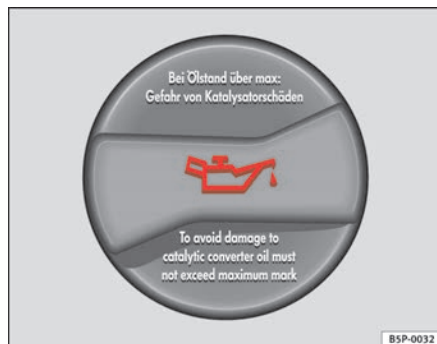

Fig. 164 Tapón de la boca de llenado de aceite del motor en el vano motor
- Desenrosque el tapón de la boca de llenado de aceite del motor ⇒ **fig. 164**.